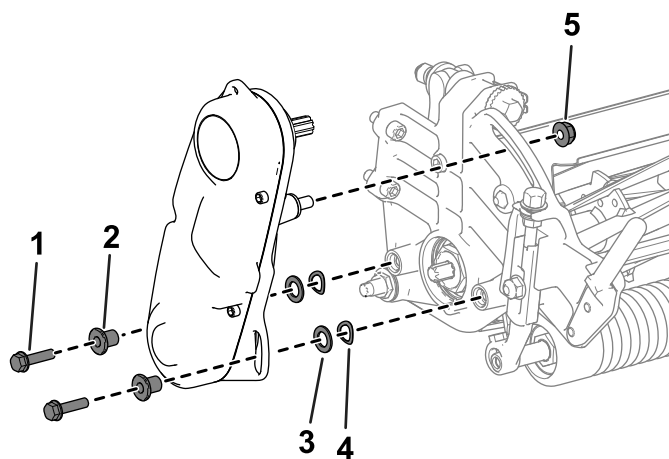

Figura 43
2. Rimuovete la bulloneria che fissa il gruppo trasmissione del cilindro alla piastra laterale (Figura 43).
3. Rimuovete il gruppo trasmissione del cilindro, le rondelle piatte, le rondelle elastiche e i distanziali dalla piastra laterale (Figura 43).